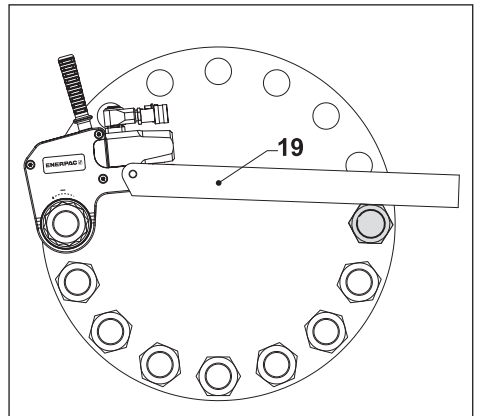
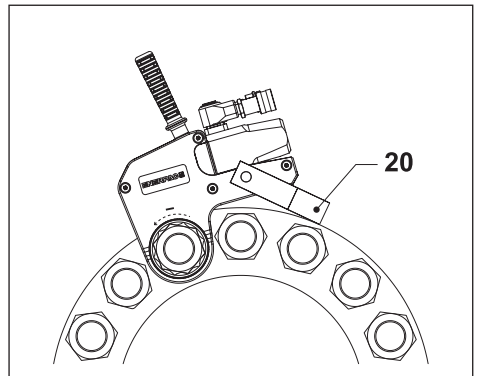

Fig. 11
Fig. 12
4.3.4 Usar um Braço de Reação Longo (fig. 11)
- Posicione o braço de reação longo da série WTE (19) contra um ponto de reação adequado. O ponto de reação irá neutralizar a força causada pela operação da ferramenta.
4.3.5 Usar a palheta de reação (fig. 12)
- Posicione a palheta de reação da série WRP (20) contra um ponto de reação adequado. O ponto de reação irá neutralizar a força causada pela operação da ferramenta.